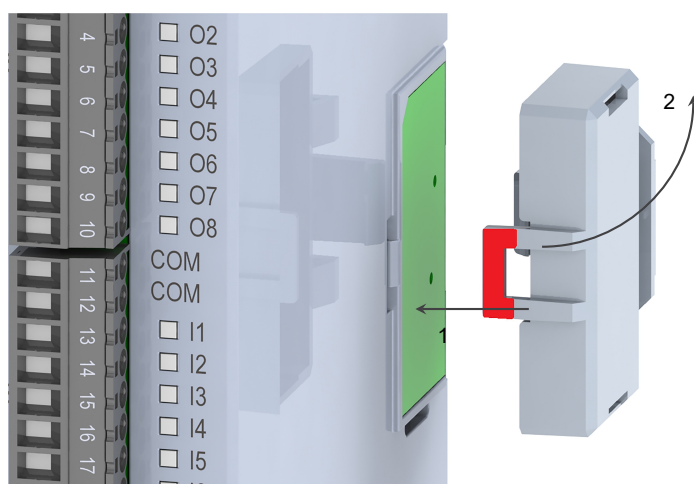

Figura 3.6: Encaje del cierre
Como se muestra en la Figura 3.6, la instalación correcta del cierre se realiza encajando primero la parte resaltada en rojo (1). A continuación, debe hacerse un ligero movimiento de rotación para encajar la parte (2), que queda cerca del riel o del panel.